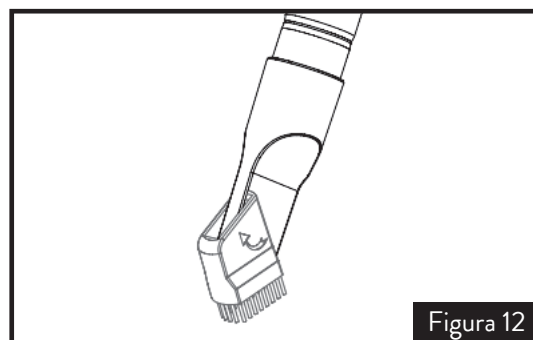

Figura 12
2. Como muestra la figura 12, utilice el lado con cerdas del cepillo compacto girándolo como indica la flecha, para limpiar el sofá, cortinas y el polvo acumulado en adornos.